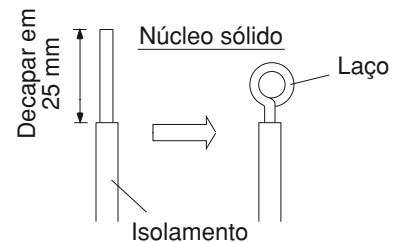

Fig. 29
- (1) Corte a extremidade do fio por meio dum alicate e, a seguir, decape o fio para deixar cerca de 25 mm exposto (Fig. 29).
- (2) Usando uma chave de parafusos, tire o parafuso ou parafusos do terminal na placa de terminais.
- (3) Por meio dum alicate, dobre o núcleo sólido do fio de modo a formar um laço adequado para o parafuso terminal.
- (4) Molde o fio em laço apropriadamente, coloque-o sobre a placa de terminais e fixe-o firmemente com o parafuso terminal por meio duma chave de parafusos.